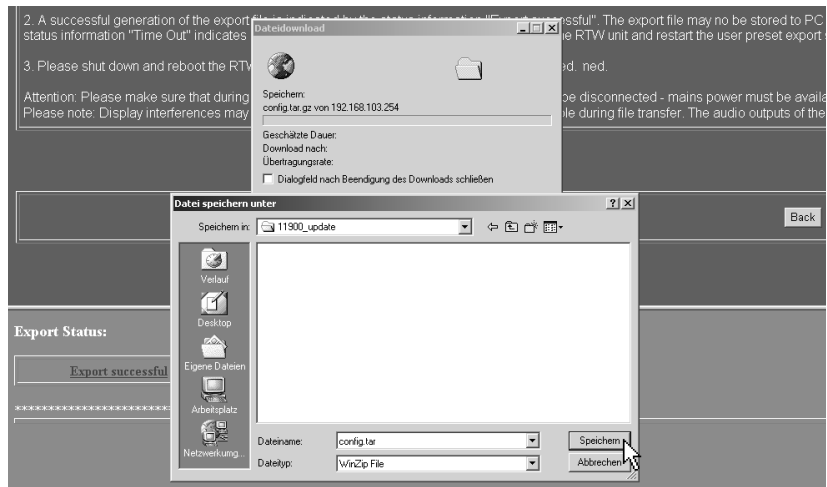

Bild 8-15: Bestimmung des Speicherortes für die Export-Datei
- Wählen Sie im jetzt erscheinenden Dialogfeld „Datei speichern unter“ den Ordner (z. B.: „C:\11900_Update“) aus, in dem die Export-Datei „config.tar.gz“ abgelegt werden soll (siehe Bild 8-15).